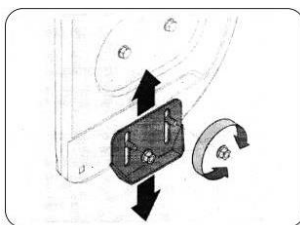

Fig. 28
- Folosiți o poziție medie sau înaltă când zona de curățat nu este netedă, precum o stradă pietruită. Vezi Fig.28